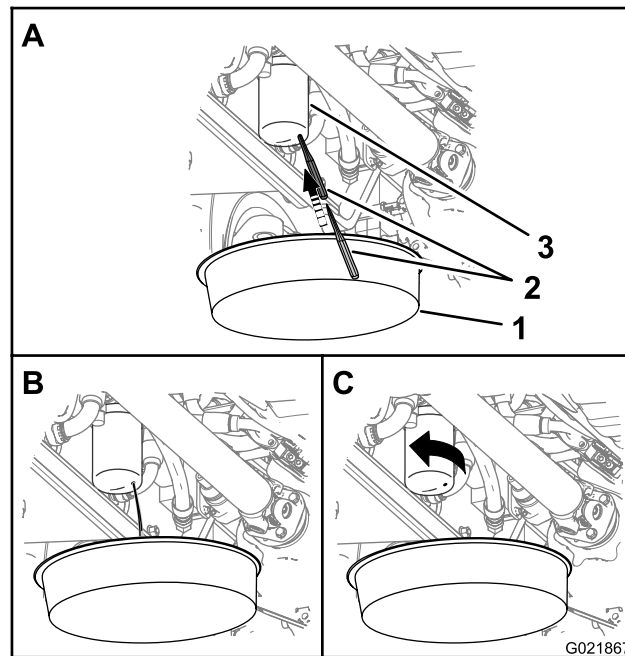

Figura 92
Nota: Potete accedere al filtro della pressione idraulica da sotto il lato destro della macchina, dietro il serbatoio idraulico (Figura 92).
1. Mettete un contenitore sotto il filtro della pressione idraulica (Figura 92).
2. Punzionate la base del filtro della pressione idraulica e lasciate defluire il fluido idraulico restante nel contenitore (Figura 92).
3. Ruotate il filtro della pressione idraulica in senso antiorario e rimuovetelo (Figura 92).